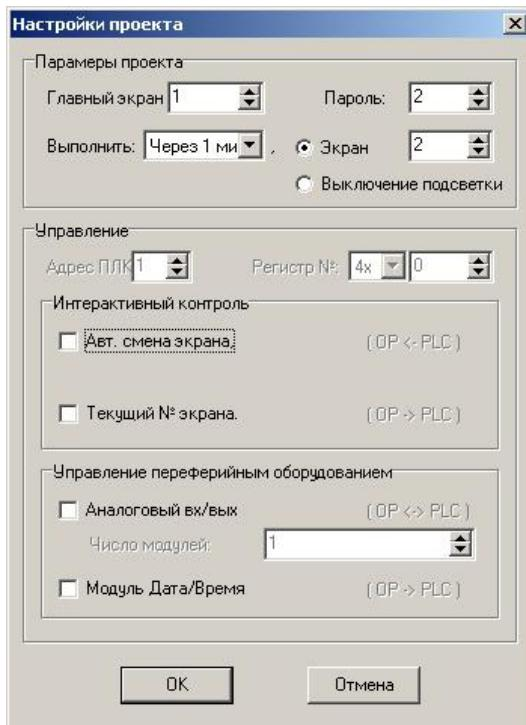

Рис. 7.19. Окно «Настройки проекта»
«Настройки проекта» () главного меню. Откроется окно «Настройки проекта» (см. рис. 7.19).
- 16.1 В открывшемся окне – задать значения настроек так, как это изображено на рисунке (см. рис. 7.19). Таким образом, будет сформирован проект, в котором: